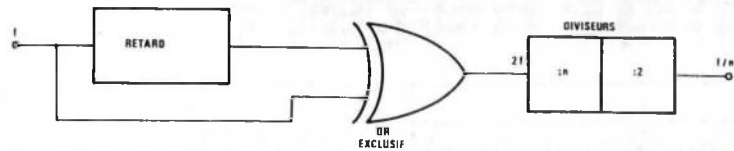
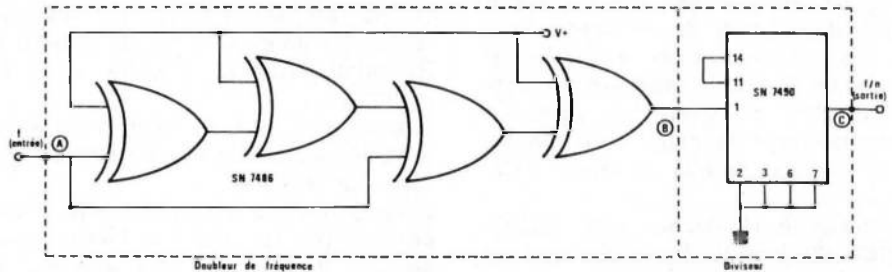
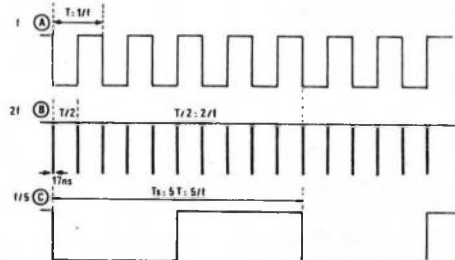

Figure 2
Figure 3
Figure 4
Le nouveau procédé est extrêmement simple et peu coûteux. A la **figure 2**, on donne le principe de l'opération. Le signal initial, à la fréquence f , est appliqué à un doubleur de fréquence comme on le voit aussi à la **figure 3**.
Le signal retardé donne, comme on le voit à la **figure 4**, des impulsions dont la durée est de 17 ns, aussi bien pour les montées que pour les descentes du signal d'entrée.
De ce fait, on a obtenu un signal à impulsions négatives (**fig. 4 (B)**) de fréquence $2f$, le signal initial étant représenté en (A) de la même figure.
La partie qui suit (voir **figure 3**) est un diviseur de fréquence par 2 n , ce qui équivaut à une division par n de la fréquence f .
exemple, comme diviseur, on a utilisé un circuit intégré 7490 qui donne à la sortie un signal à la fréquence $2f/2n = f/n$, au point C. Ce signal est montré en (C) **figure 4**.
Dans le montage de la **figure 3**, on a effectué une division par 5. Cela se voit aisément sur la **figure 4**, car chaque période **partielle** du signal de sortie (C) est égale à cinq fois la période du signal à la fréquence $2f$, représenté en (B), donc $n = 5$. Les deux périodes partielles sont égales.